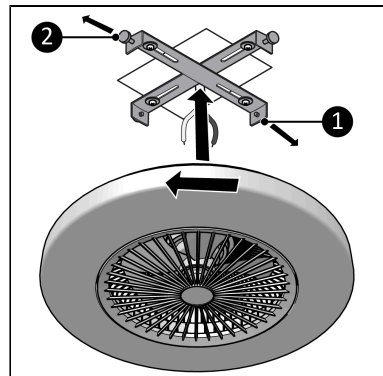

Abbildung 41.
9. Entfernen Sie zunächst die beiden Schrauben aus der Montagehalterung, die nicht für die L-förmigen Langlöcher vorgesehen sind (Abbildung 41, 1 & 2).